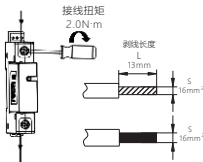

图8 NU5-II接线方式
5.4 适用于铜导线连接，导线选择见表2，接线方式及剥线长度示意图如下图8。